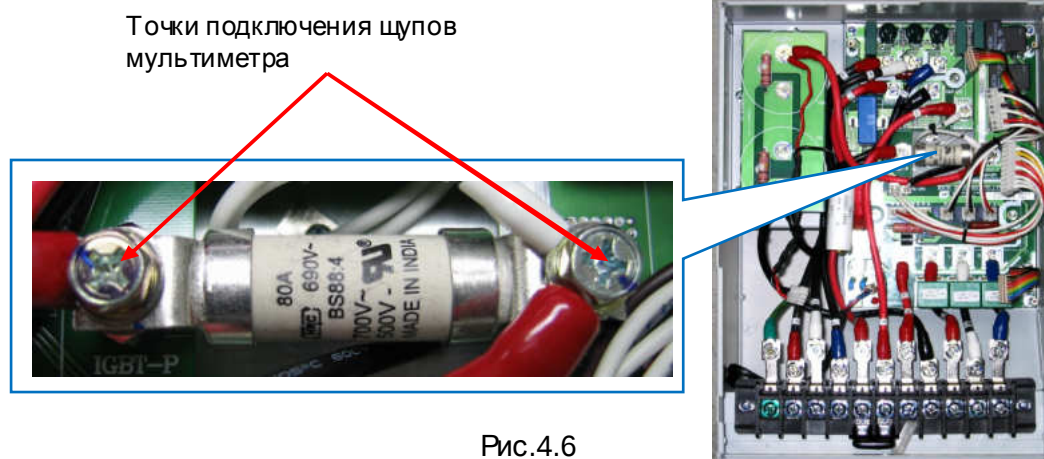

Рис.4.6
- 4.11.2. Подключить щупы мультиметра к клеммам силового предохранителя (рис.4.6). Если предохранитель исправный, мультиметр должен подать звуковой сигнал. Если сигнал отсутствует, то предохранитель неисправен и его следует заменить на исправный в соответствии с п.5.8. Полярность щупов мультиметра значения не имеет.
- 4.12.3. Подключить щупы мультиметра к клеммам «**CAP+**» и «**CAP —**» Платы конденсаторов ЗПТ(рис.4.6).